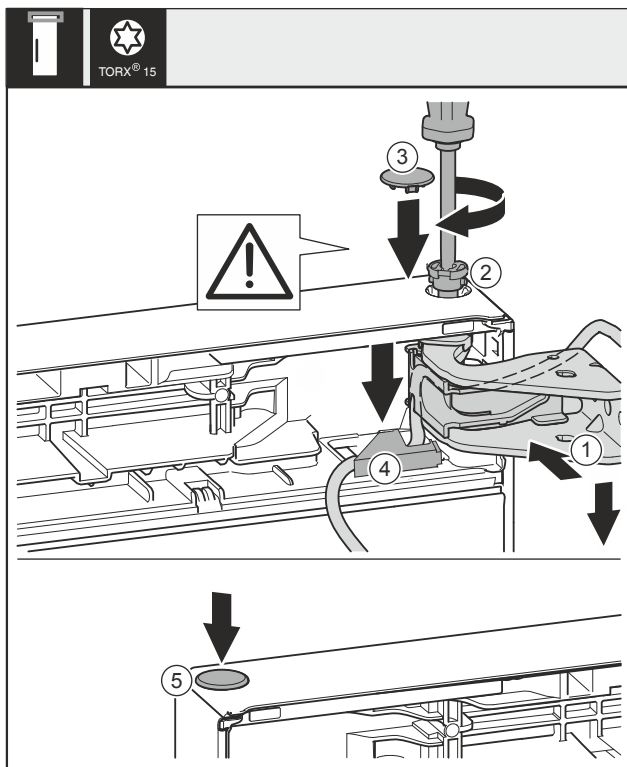

Fig. 45
- Tür oben zur Öffnung im Lagerbock Fig. 45 (1) ausrichten.
- Bolzen Fig. 45 (2) einsetzen und mit Schraubendreher festschrauben.
- Sicherungsabdeckung zur Sicherung der Tür montieren: Sicherungsabdeckung Fig. 45 (3) einsetzen und kontrollieren ob sie auf der Tür aufliegt. Ansonsten Bolzen vollständig einsetzen.
- Abdeckung Fig. 45 (4) einsetzen und nach unten drücken bis sie einrastet.
- Stopfen Fig. 45 (5) einsetzen.